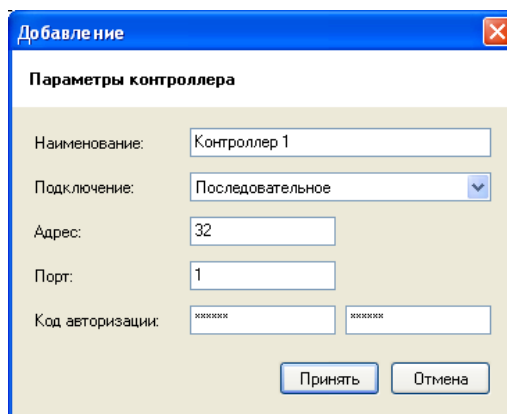

Рисунок 291
- 6) В окне "Выбор контроллера" нажмите кнопку "Добавить", в окне "Редактирование" (см. Рисунок 291) укажите тип подключения "Последовательное", адрес контроллера 32, порт, соответствующий номеру коммуникационного порта компьютера (1 для COM1:), код авторизации 123456 и нажмите кнопку "Принять".